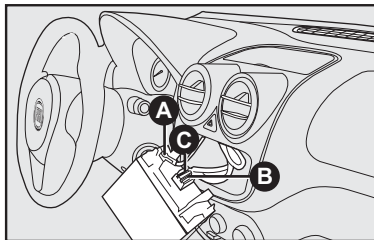

fig. 103
- cabo e plugue de alimentação elétrica para o autorrádio **C-fig. 103**.
- cabo e conector para antena de teto **A-fig. 103**.
- cabos e plugue para conexão dos alto-falantes e tweeters **B-fig. 103**.
- cabo de alimentação do autorrádio **C-fig. 103**.
- cabo para alto-falante dianteiro e traseiro **B-fig. 103**.